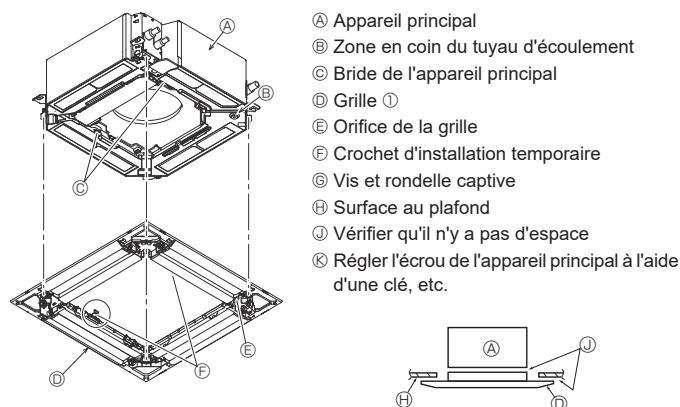

Fig. 7-6
### 7.4.2. Mise en place provisoire de la grille (Fig. 7-6)
- Fixez la grille sur l'appareil principal en serrant les vis mises en place au préalable. (Fig. 7-6)
Remarque : Vérifiez qu'il n'y a pas d'espace entre l'appareil principal et la grille ou entre la grille et la surface du plafond. (Fig. 7-6)